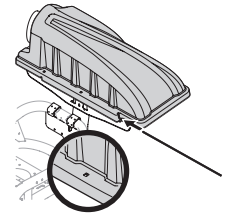

Figure 16
7. Insérez la tige de charnière (711-05079) dans le trou de l'encoche de montage, comme indiqué dans la Figure 16. Utilisez le petit trou sur le couvercle (voir l'encadré de la Figure 16) pour aligner la tige de charnière de l'autre côté, puis poussez la tige jusqu'au bout. Elle s'enclenchera et sera fixée par l'encoche sous le couvercle du bac récupérateur.